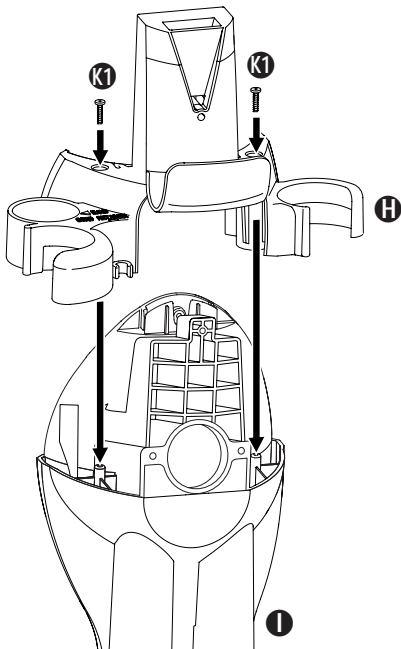

FIG. 2
Step 2: (FIG. 2) Attach the tool caddy **H** to the top of the rear housing **1** by sliding it onto the housing, and then attach using the 2 short screws **K1** provided.
Étape 2. (FIG. 2) Fixez le porte-accessoires **H** à la partie supérieure du boîtier arrière **I** en le glissant sur le boîtier. Alignez les trous de vis, puis vissez avec 2 vis courtes **K1** fournies avec l'appareil.
Paso 2. (FIG. 2) Instale el portaaccesorios **H** en la parte superior del alojamiento trasero **I** deslizándolo sobre el mismo. Alinee los agujeros de los tornillos y fije las piezas usando los 2 tornillos cortos **K1** proporcionados.